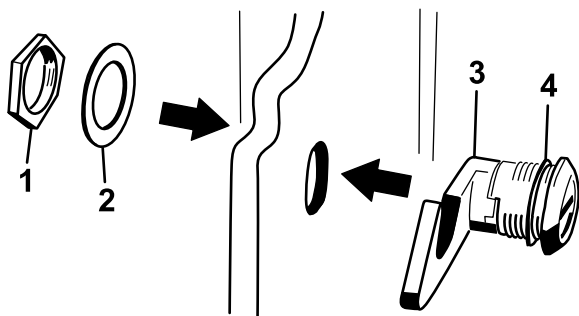

Figura 7
3. Retire la tuerca del conjunto de cierre del capó (Figura 7).
4. Desde fuera del capó, introduzca el enganche del cierre a través del taladro del capó y asegúrese de que la junta de goma queda en el exterior del capó (Figura 7).